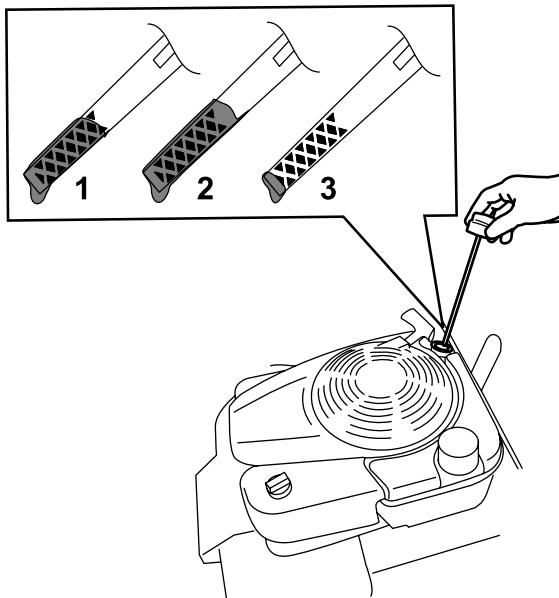

Figure 29
- Tournez le bouchon dans le sens antihoraire et sortez la jauge (Figure 29).
- Vérifiez le niveau d'huile indiqué par la jauge (Figure 29).